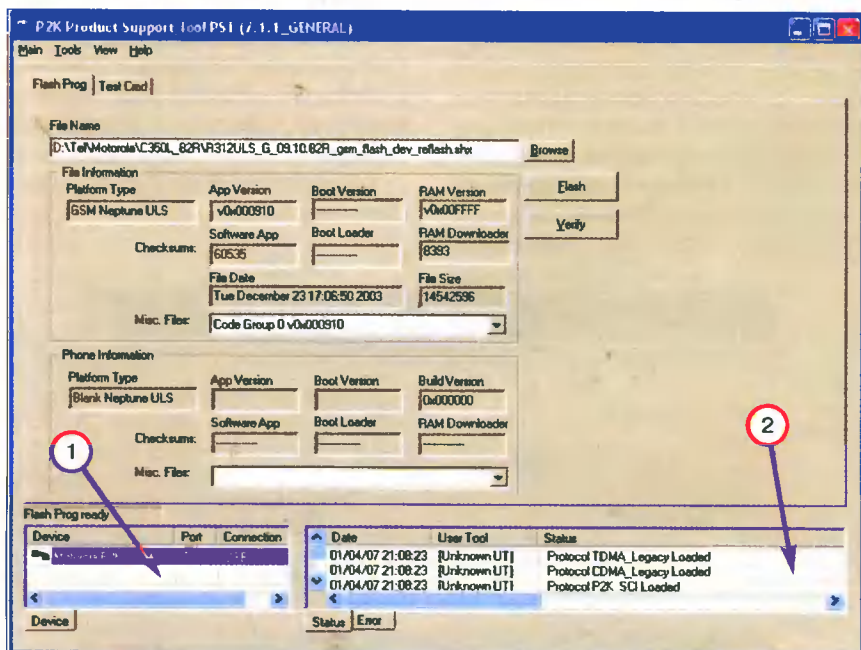

Рис. 12. PST Flash & Test Commands (акладка Flash Prog)
Для восстановления функционирования телефонов Motorola с поврежденным программным обеспечением (телефон не включается) используют программу «Flash & Test Commands», входящую в состав PST в виде отдельного приложения. Основное диалоговое окно данной программы состоит из двух вкладок — функции, доступные на вкладке «Flash Prog» (рис. 12), используются для программирования телефона, а на вкладке «Test Cmd» — для работы с командами тестового режима
2. Подключают к компьютеру телефон, введенный в режим программирования. После подключения это будет отображено в таблице «Device» (1 на рис. 12);
Затем будет начат процесс программирования Flash-памяти телефона, по окончании которого телефон будет выключен, а на экран компьютера выведен запрос на программирование следующего телефона. Ход процесса и сообщения об ошибках отображаются, соответственно, в таблицах «Status» и «Error» (2 на рис. 12).